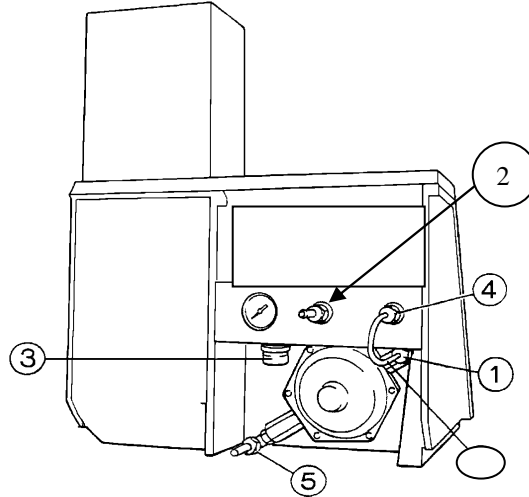

Figure 2.2 서비스를 위한 후면 연결
4. 고무 연료 튜브 (001 72 114) 를 내부 레귤레이터위의인렛 연결부 (item 5, figure 2.2) 와 실린더 아울렛 연결부의 에귤레이터 사이에 연결 하세요. 'Unex' 튜빙 클램프 (001 08 718) 로 단단히 고정 하세요.
7. 에어 컴프레서 아울렛 과 후면 판넬 위의 에어 인렛 커넥터(item 2, figure 2.2) 사이에 강화 호스/reinforced hose (001 72 043)를 연결 하세요. 양쪽을 'Unex' 튜빙 클램프 (001 08 718)로 조여 주세요.